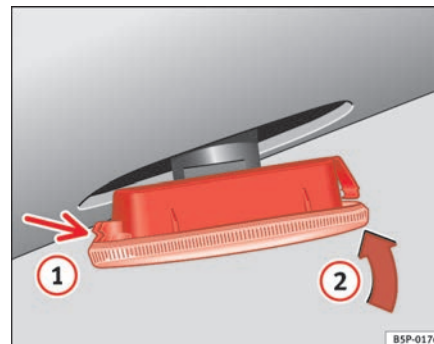

Fig. 218 Indicatori di direzioni laterali
- Prima collocare l'intermittente nel foro della carrozzeria, incastrando le linguette ⇒ fig. 218, freccia ①.
- Inserire la lampada come indicato dalla freccia ② ⇒ fig. 218. ■